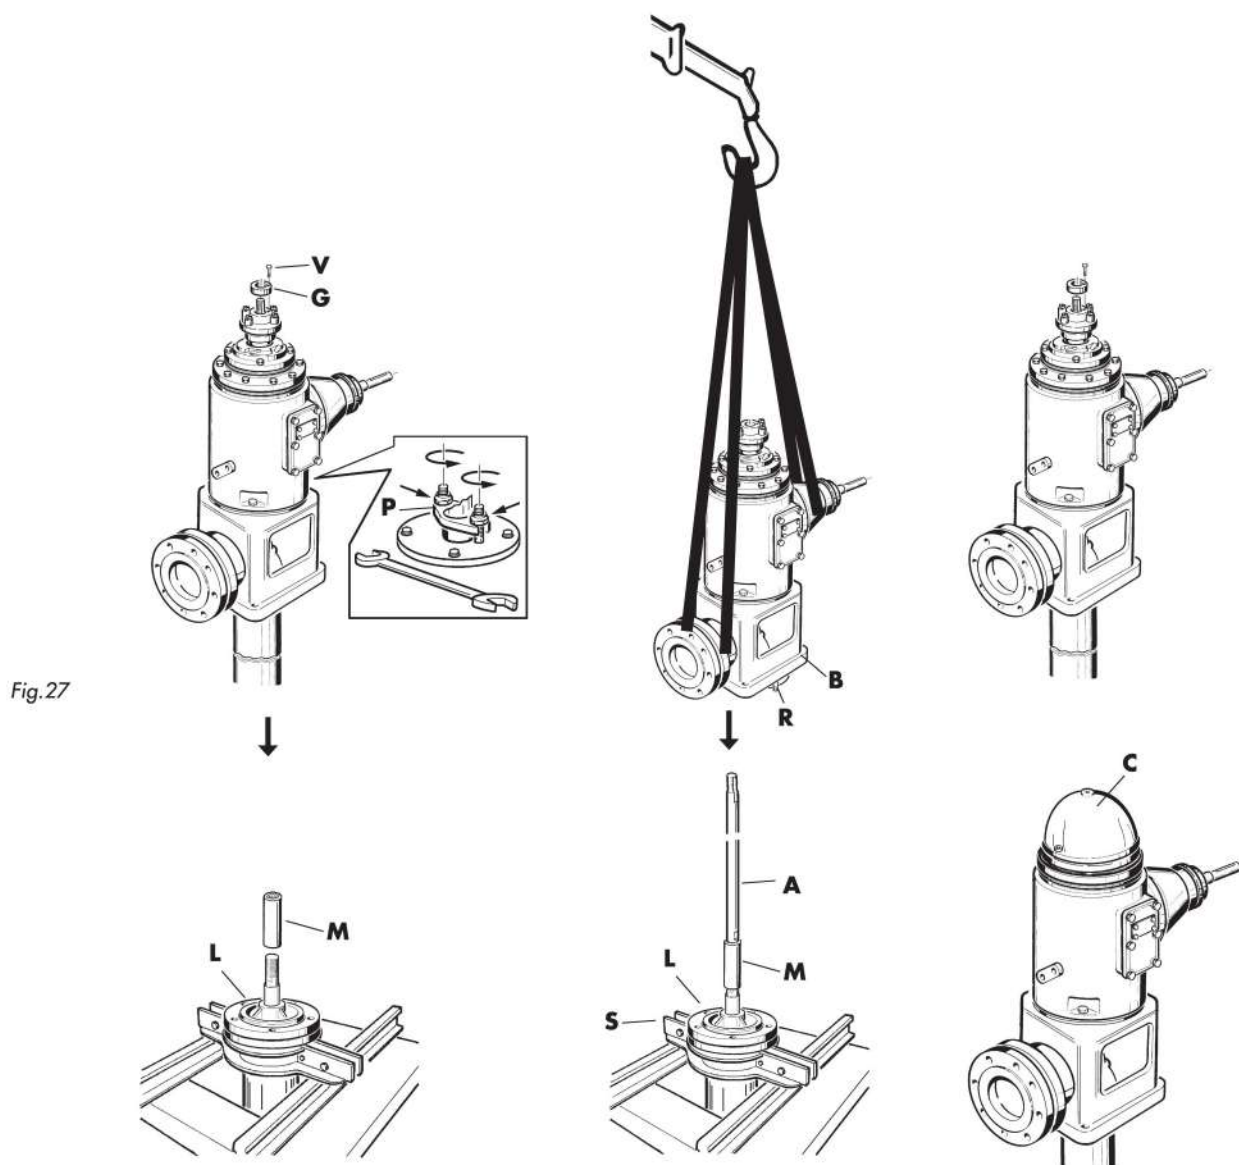

Fig.27
- Quite el tornillo (V) que sujeta el anillo de registro (Fig.27).
- Desenrosque el anillo de registro (G).
- Afloje el prensaestopa (P).
- Extraiga el eje (A) por el lado base (B) de suministro (parte inferior del grupo).
- Enrosque el manguito (M) en el último tronco de la línea de eje (L).
- Enrosque el eje (A) de la cabecera en el manguito (M).
- Atornille los prisioneros (R) en la base de suministro.
- Eleve la cabeza después de atarla con arneses, con los cables o bandas, y quite la abrazadera (S).
- Cale introduciendo el eje (A) por el orificio correspondiente y fije la línea de eje (L) a los prisioneros (R) de la base de suministro.
- Elévelo todo y quite la abrazadera (S).